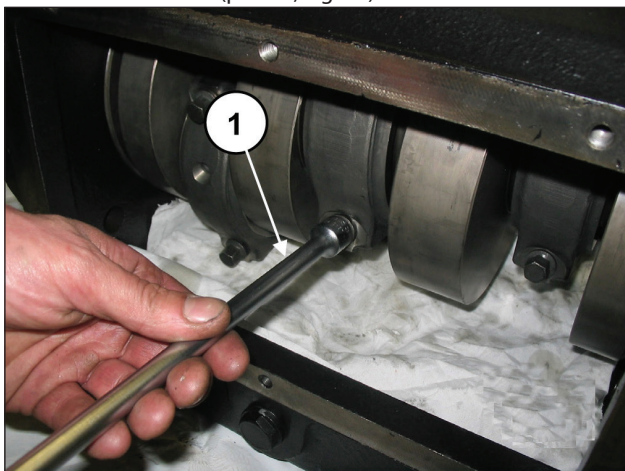

Fig. 24
Svitare le viti di biella (pos. ①, Fig. 24).